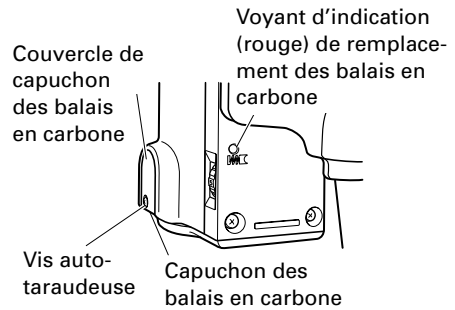

Fig. 20
4. A propos du voyant d'indication (rouge) de remplacement des balais en carbone (Fig. 20)
(Pour le nom der pièces, voir Fig. 20)